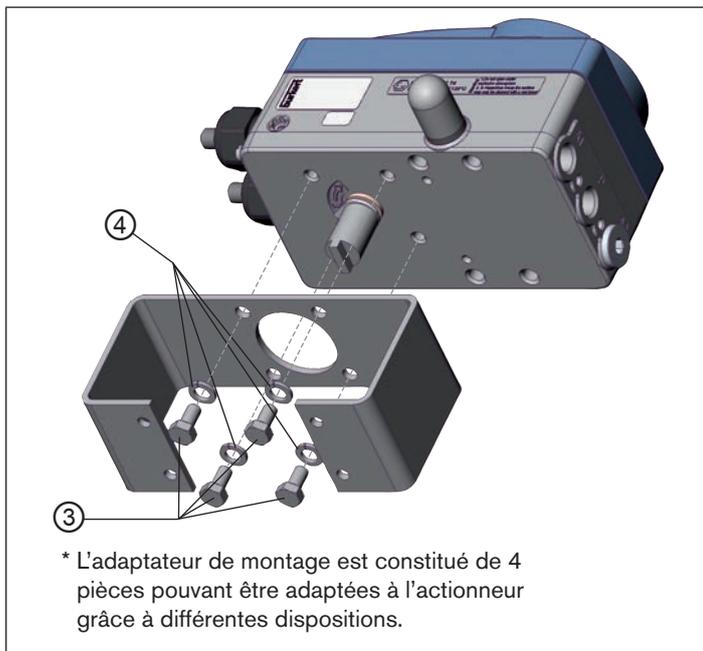

Fig. 12 : Fixer l'adaptateur de montage (représentation schématique)
- Fixer l'adaptateur de montage sur le type 8792/8793 avec 4 vis à tête hexagonale ③ et des rondelles élastiques ④ (voir « Fig. 12 »).